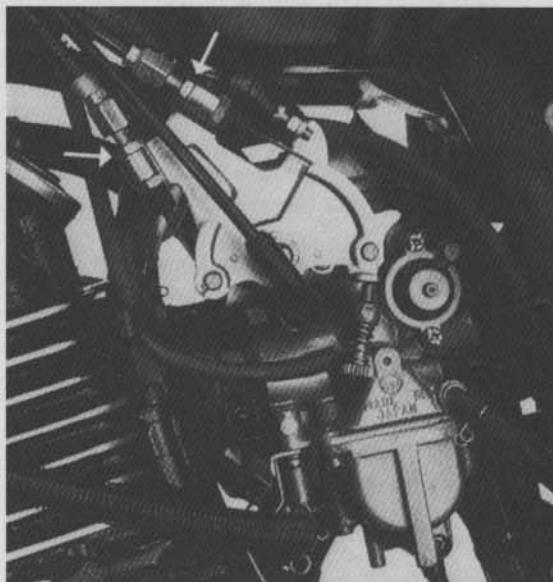

Bild 12
- Am Vergaser Konterung der Widerlagerung lösen und Nippel am Vergaser aushängen (Bild 12).
- Einstellung des Betätigungsspiels am unteren Einsteller (am Vergaser) vornehmen. Zum Einstellen des Spiels Gegenmutter am Widerlager (Bild 12) lösen und Einsteller eindrehen um Spiel zu vergrössern, ausdrehen um Spiel zu verkleinern. Anschliessend wieder kontern.